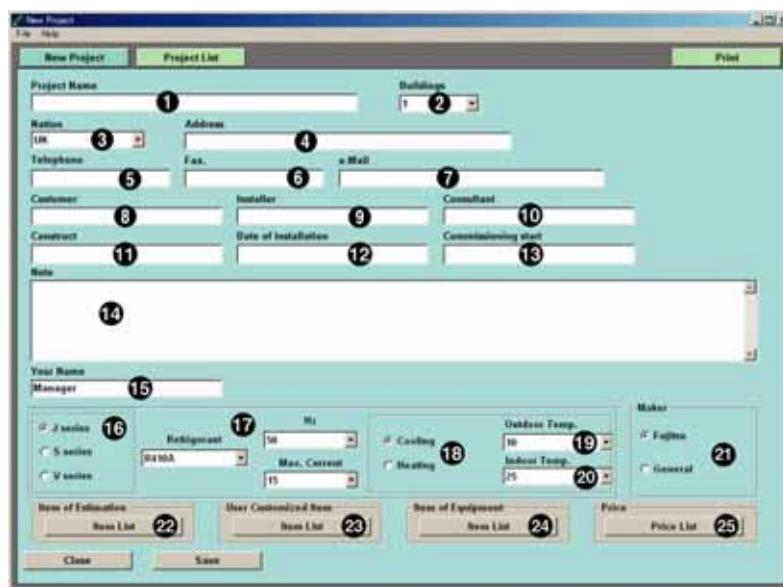

Рис. 4.3.1
4 Для создания еще одного проекта нажать кнопку "Создать проект" (New Project). Откроется окно для ввода данных по новому проекту (рис. 4.3.1).
* Можно задавать до 4 цен на каждую единицу оборудования (см. 4-2 **2**). В окне создания нового проекта пользователь может задавать только одну цену (рис. 4.3.1) (см. раздел 4-3-1 **25**).